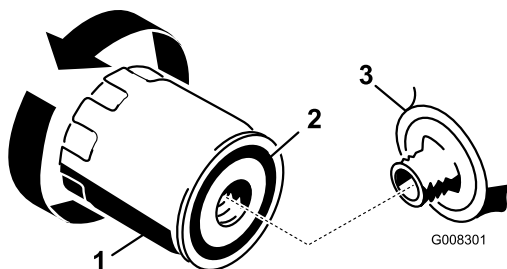

Figura 27
2. Togliete il filtro dell'olio usato e tergete la superficie della guarnizione dell'adattatore (Figura 27).
3. Spalmate un velo di olio nuovo sulla guarnizione di gomma del nuovo filtro dell'olio (Figura 27).
5. Serrate il filtro dell'olio di un altro mezzo o tre quarti di giro (Figura 27).